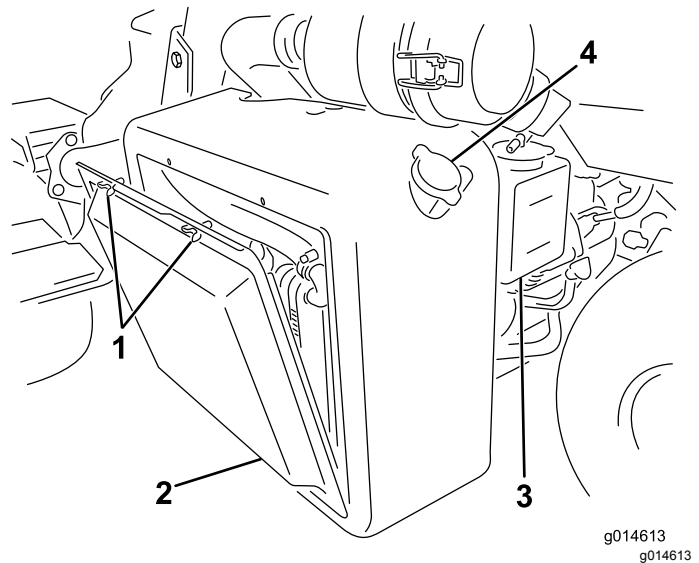
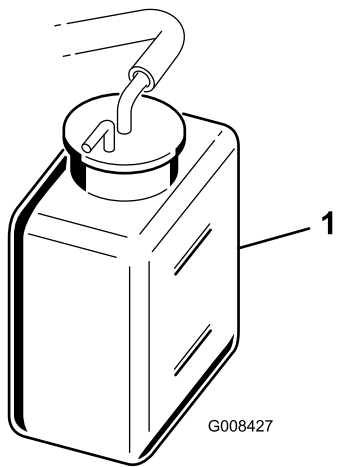

Figura 35
Figura 36
1. Rimuovete la griglia del radiatore (Figura 35).
2. Controllate il livello del refrigerante (Figura 35 e Figura 36).